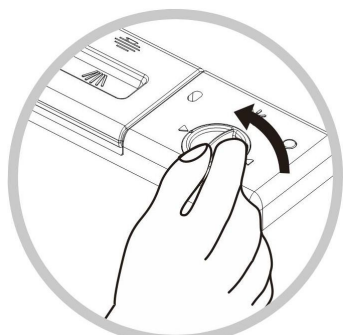

Рис. 9
1. Поверните крышку емкости для нейтрализатора в направлении, указанном стрелкой (влево), и снимите крышку (рис. 9).